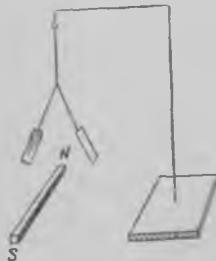

Рис. 95.
4. Миңтәх риннаккай ырппута рауда пластинкаг эротах, если иижен луо эйстий магнитта (рис. 95)?